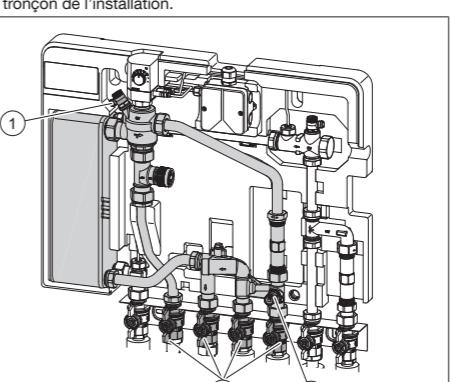

Fig. 3: Montage du robinet de réglage
1. Fermer les 4 robinets à tournant sphérique (3) marqués dans Fig. 3, situés sur le bloc de raccordement avec robinets à tournant sphérique.
(1) Mode service
5. Ouvrir le robinet de purge (voir Fig. 3 (1)) pour détendre le tronçon de l'installation.